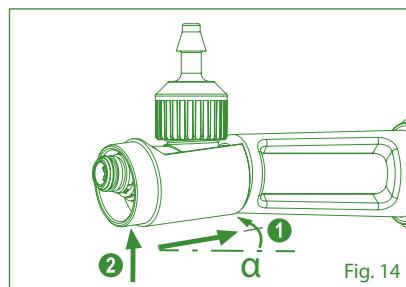

Fig. 14
2. Insert black jacket at a small angle ① and push until abutment ② (Fig. 14).
2. Setzen Sie die schwarze Manschette in einem kleinen Winkel ① ein und drücken Sie sie bis zum Anschlag ② (Abb. 14).
2. Insérez la gaine noire avec un petit angle ① et poussez jusqu'à l'arrêt ② (Fig. 14).